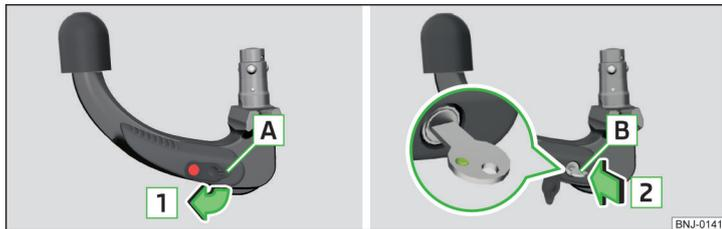

Fig. 151 Retirez le capuchon du verrou / insérez la clé dans le verrou
- Enlevez le cache **A** du verrou dans le sens de la flèche **1** » fig. 151.